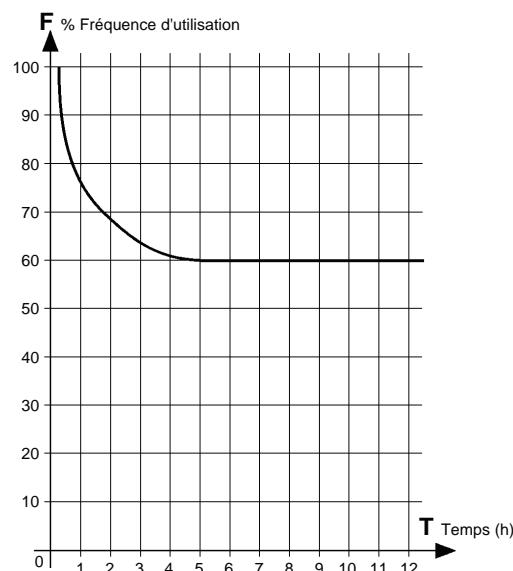

Fig. 2
1.1 Courbe d'utilisation maximum (Fig. 2)